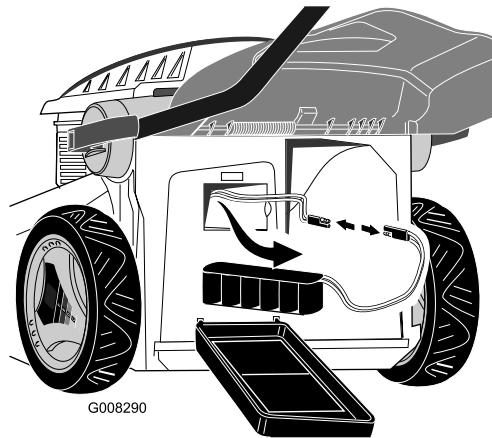

Figura 24
2. Retire la batería del compartimento y desconecte el cable de la batería del cable del cortacésped (Figura 24).